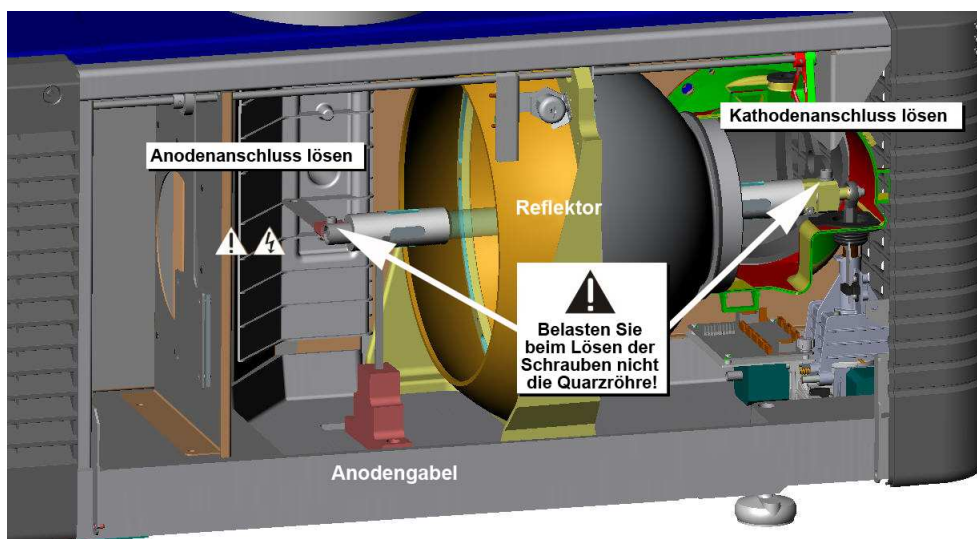

Abbildung 4-1 Entfernen der alten Lampe
- Lösen Sie die Justierschraube von den negativen (Kathode) und positiven (Anode) Lampenanschlüssen. Setzen Sie unbedingt so wenig wie möglich Drehmoment ein und setzen Sie die Quarzröhre KEINER BELASTUNG AUS. (Abbildung 4-1).